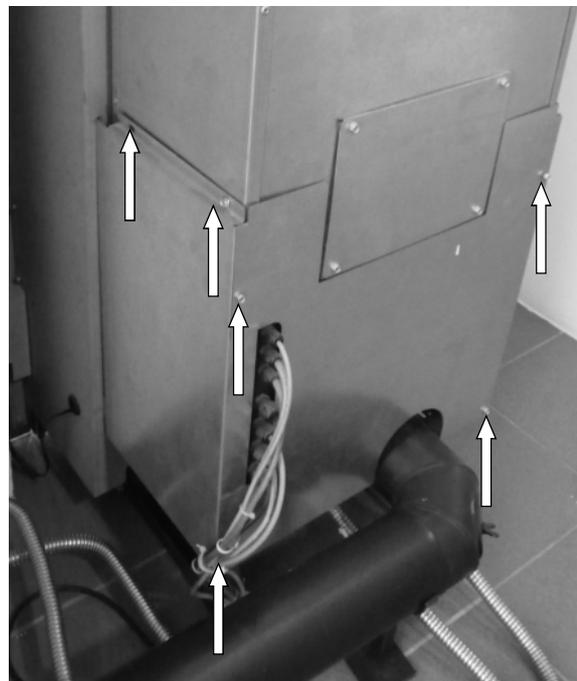

Fig. 92 : démontage de l'habillage du modèle PE Nova
- Desserrez les vis de la paroi arrière et de l'habillage droit (voir flèches Fig. 92)